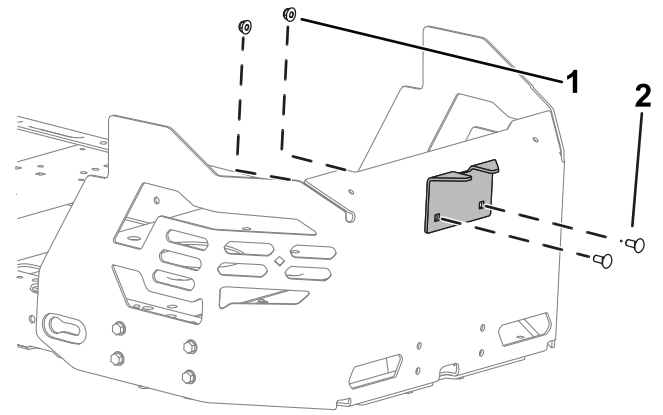

Figure 14
2. Fixez le support de stabilisation à la protection du moteur au moyen de 2 boulons de carrosserie (5/16" x 3/4") et 2 contre-écrous (5/16"), comme montré à la Figure 14.